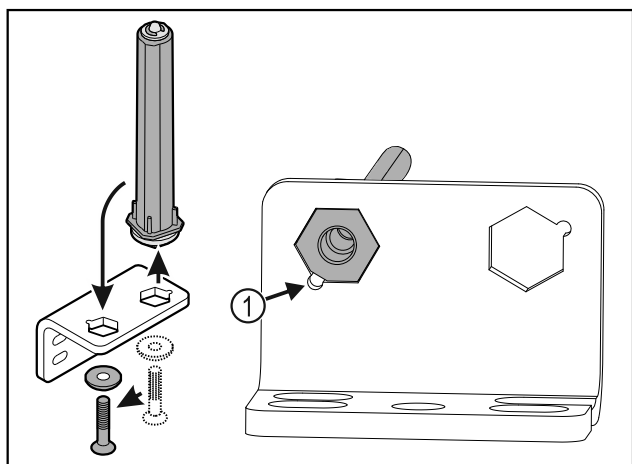

Fig. 37
- ▶ Pobrinite se za to da je prilikom umetanja zakaošenje na svornjaku Fig. 37 (1) usmjereno prema okrugloj rupi.